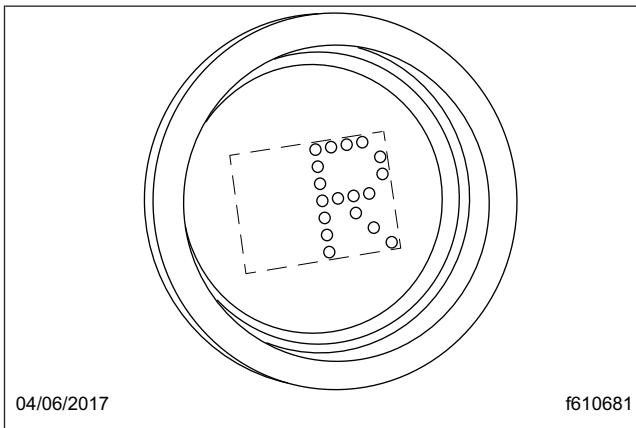

Figura 8.18, Visualización de la marcha atrás
La posición de marcha atrás (R) está en el extremo superior del interruptor selector de tres posiciones ubicado en el extremo de la palanca de control SmartShift. Para seleccionar marcha atrás (R), presione el botón del seguro de neutro y mueva el interruptor selector hacia arriba, hasta la posición que está encima de la de neutro. Cuando se selecciona la marcha atrás, la letra "R" aparece en el indicador de la marcha. Vea la **Figura 8.18**.